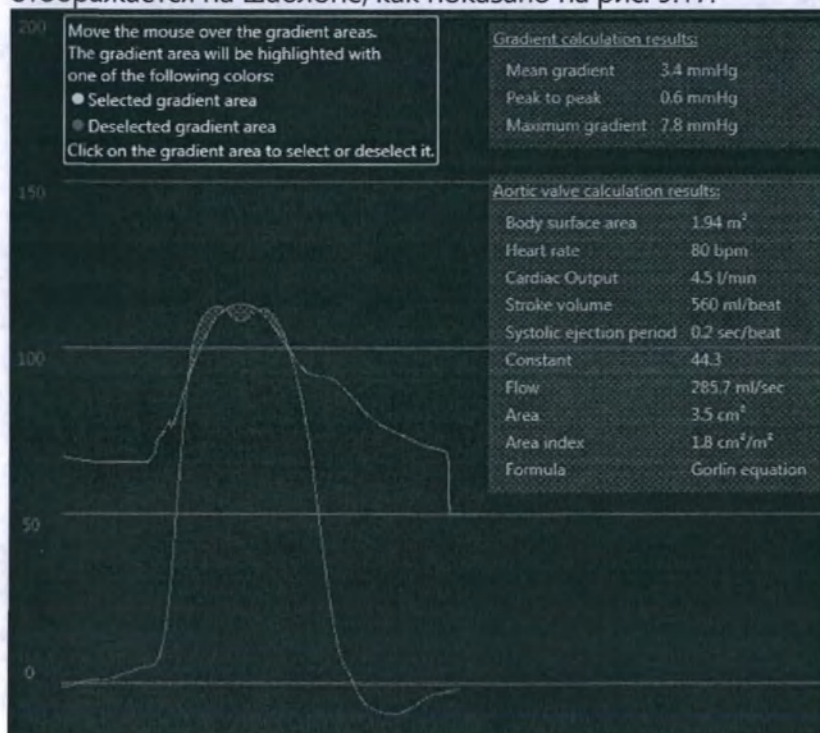

Рис. 9.17: Обзор пробы — Шаблон протяжки областей градиента
7) При просмотре шаблона P1 функции панели инструментов включены и отключены (выделены серым цветом) (см. рис.9.15). Пожалуйста, обратите внимание, что при выборе шаблона P1 (рис.9.17) или P2 (рис. 9.16) доступны разные функции.
Применимо для шаблона с наложением (P2). Обратите внимание, что эта функция активна только в случае, если доступно несколько областей градиента (т. е. более 1) (рис. 9.17). Использование этой функции позволит пользователю выбрать или отменить области градиента для включения или исключения в расчеты. Справочная информация отображается на шаблоне, как показано на рис. 9.17.